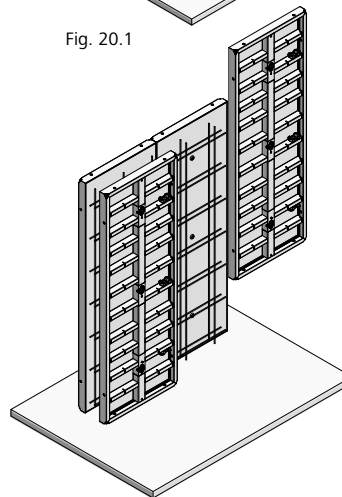

Fig. 20.3
3. Installer la banche de fermeture (Fig. 20.3).